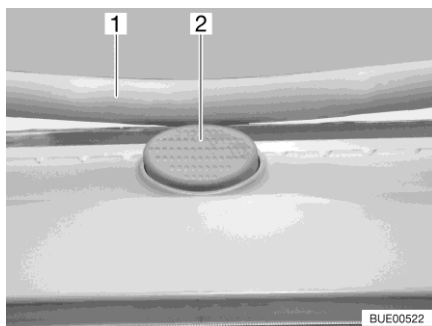

Bild 31 Låsknapp (Heki-taklucka)
- Tryck på låsknappen (Bild 31,2) och dra ner bygeln (Bild 31,1) med båda händerna.
- Tryck bygeln uppåt med båda händerna tills bygeln ligger ovanför låsknappen (Bild 31,2).